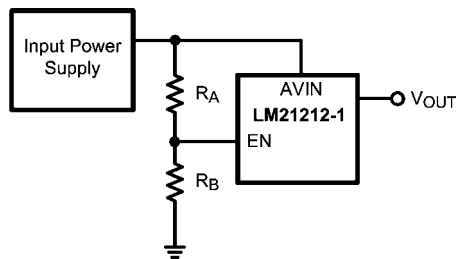

FIGURE 6. Enable Startup Through  $V_{in}$
LM21212-1 は、入力電圧が 2.7V (代表値) に達しない限りスイッチングを開始しないように、アンダーボルテージ・ロックアウト保護回路を内蔵しています。アンダーボルテージ・ロックアウト・スレッショルドには 200mV のヒステリシスがあり、デバイスが起動中にパワー・オン・グリッチに反応するのを防ぎます。設計ガイドの Figure 6 に示すとおり、必要に応じて、高精度イネーブル・ピンと VIN に接続された抵抗分圧ネットワークを使うと、電源の動作開始電圧を変更できます。
LM21212-1 のイネーブル (EN) ピンにより、出力のオン/オフを切り替えられます。このピンは高精度アナログ入力です。電圧が 1.35V を超えると、入力電圧が 2.70V の UVLO 電圧を超えている場合は、コントローラは出力電圧のレギュレーションを試みます。EN に接続された内部電流源があるので、イネーブルを使用しない場合、デバイスは自動的にオンになります。EN を直接制御しない場合、UVLO 電圧よりも高い所定の入力電圧でオンになるようデバイスをあらかじめプログラムできます。これは、Figure 6 に示すように、 $AVIN \sim EN$  間と  $EN \sim AGND$  間に外付け抵抗分圧回路を接続することによって可能となります。